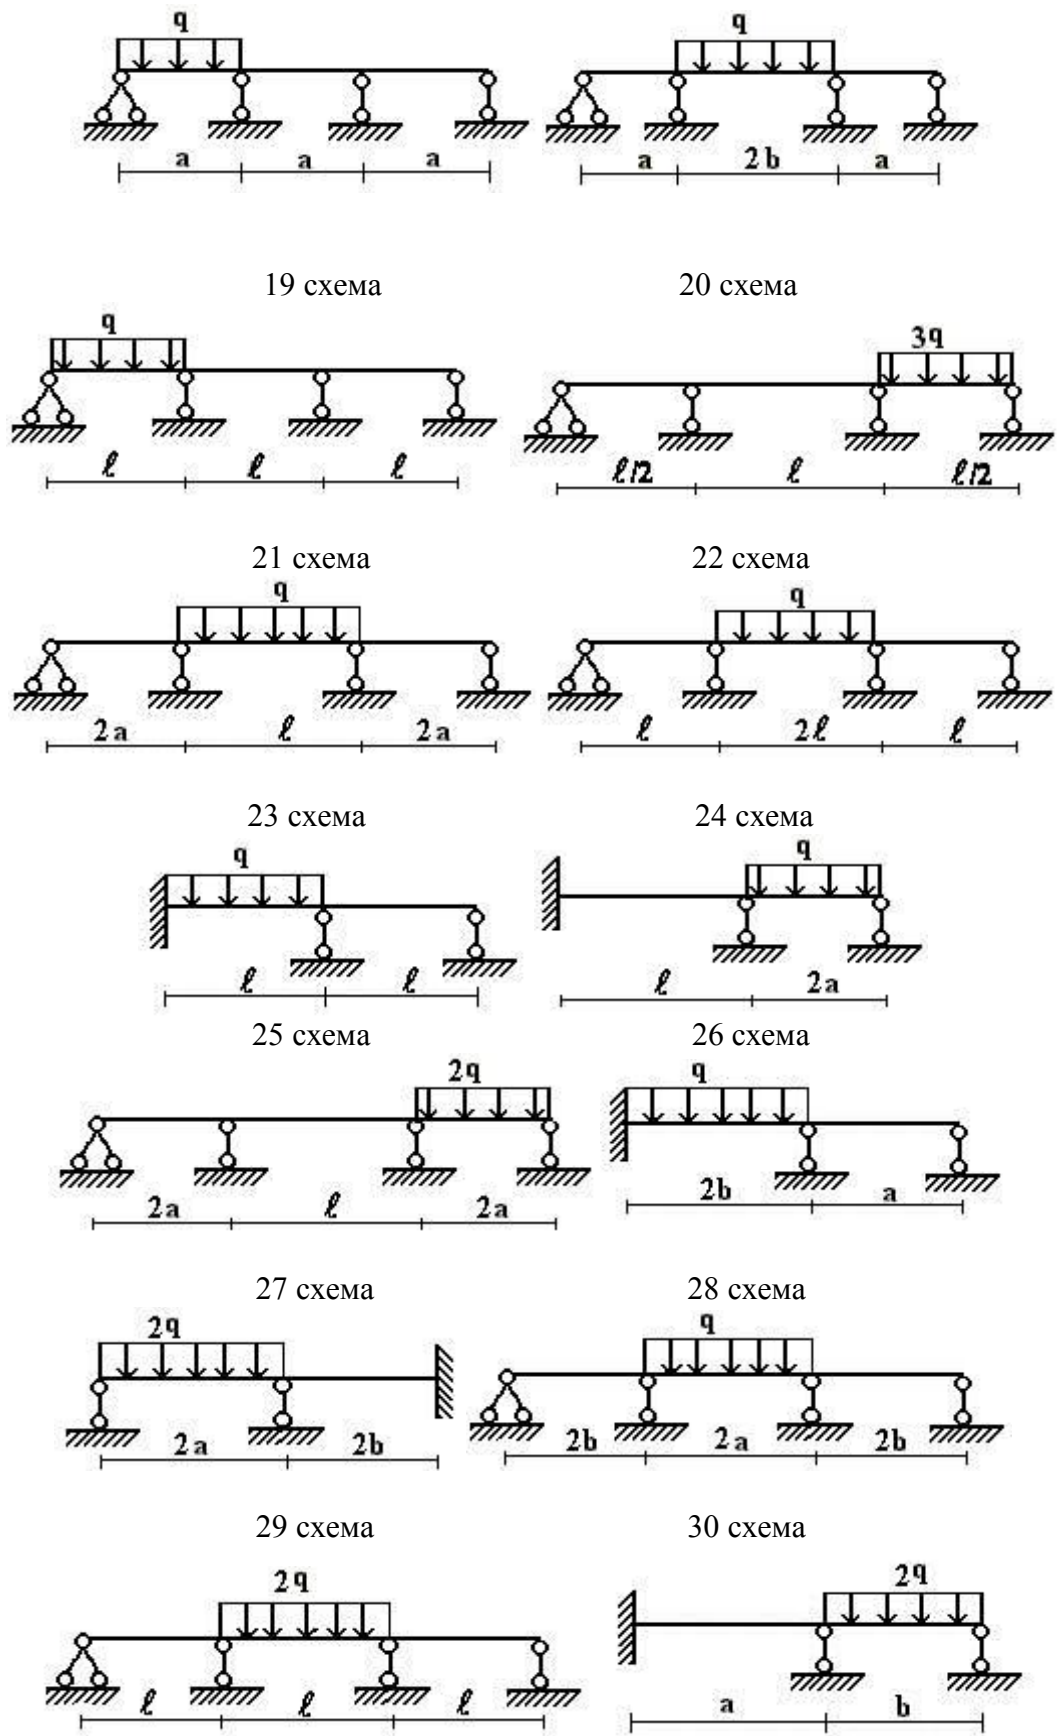

Рис. 4.2
**ЗАДАНИЕ 4.2.** Для балки (рис. 4.2), соответствующей варианту задания, с размерами и нагрузкой, выбранными по шифру из табл. 4.2, требуется методом сил построить эпюры  $M$  и  $Q$ .